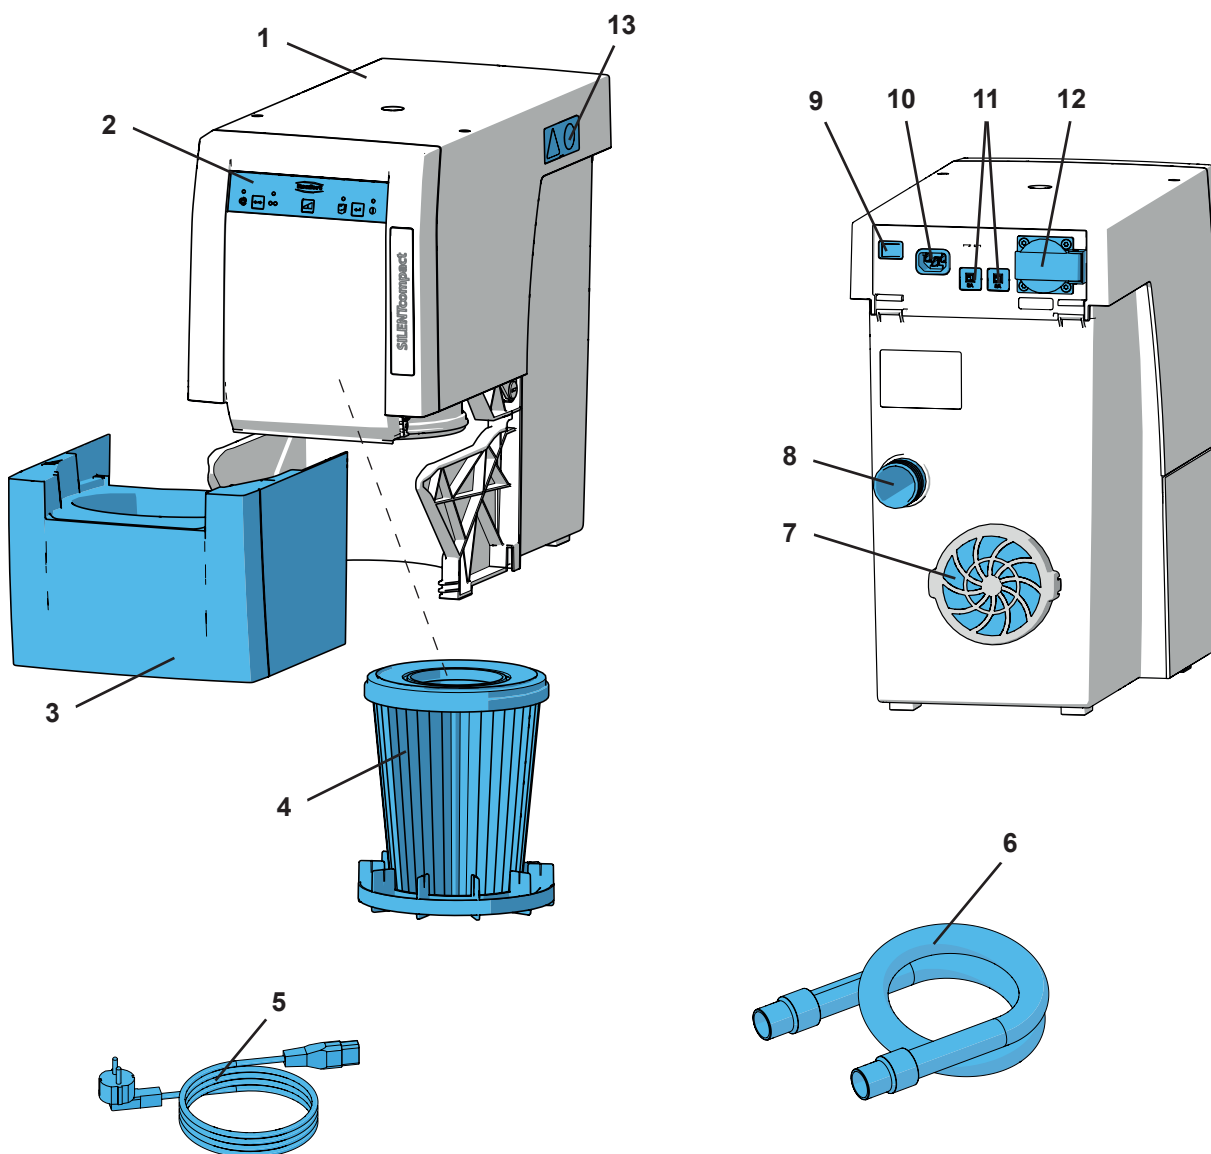

Fig. 1
- udsugningsluftudgangen (7, Abb. 1) ikke påvirkes.
- ⇒ Sluk apparatet på tænd/sluk-knappen (9).
- ⇒ Sæt netkablet (5, Fig. 1) i nettilslutningen (10).
- ⇒ Sæt sugeslangen (6, Fig. 1) på sugestuds (8).